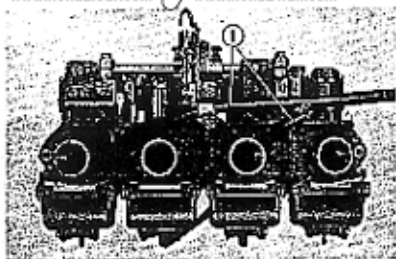

Fig. 3-120 ① Cavetti del carburatore.
② Valvola dello starter.
3. Installare e fissare i due cavetti del carburatore come indicato in (fig. 3-120).